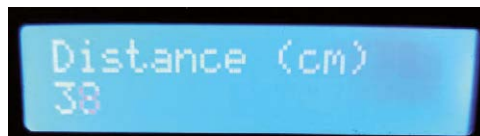

Figure 6.37 Affichage de la distance
- Créer le nœud LCD comme précédemment, joindre les 3 nœuds et cliquer **Déployer**. Vous devriez voir la distance affichée sur l'écran LCD. Placez quelque chose devant le capteur et vous devriez voir la distance changer (voir la figure 6.37)